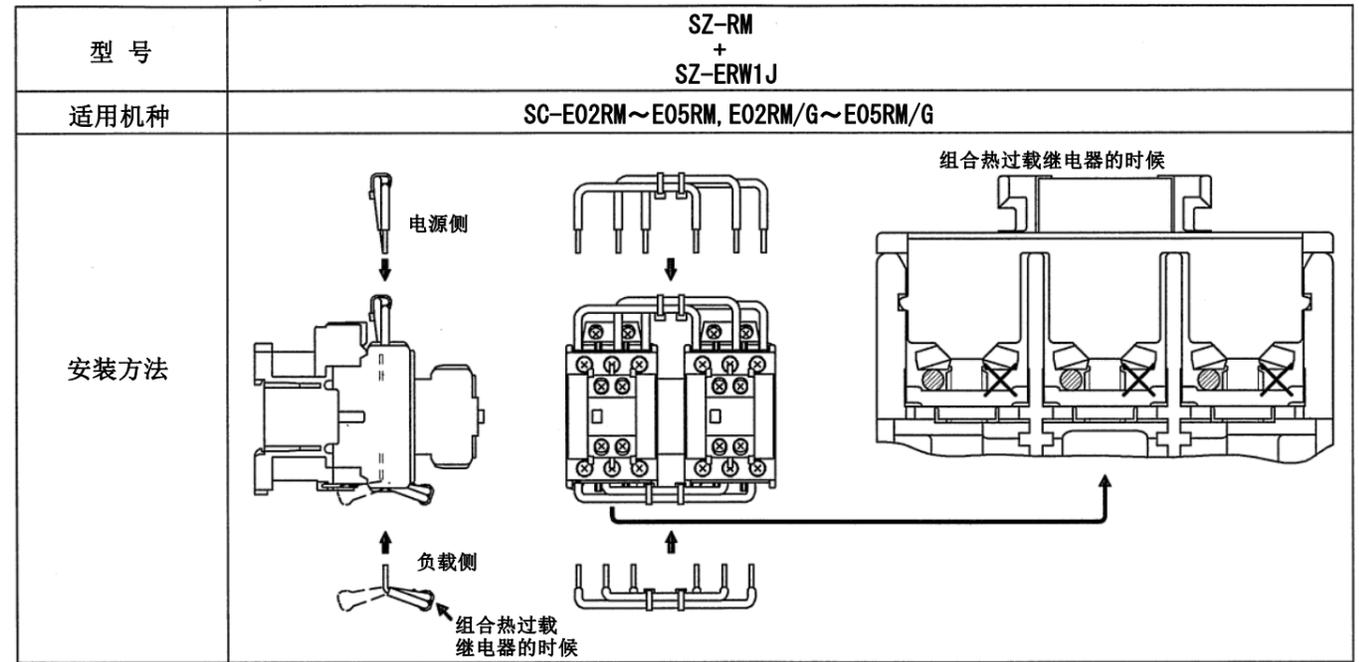

图2
(4) 在使用 SZ-ERW1J 的负载侧部件时，若与热过载继电器组合，则使可逆接线连接件扎带朝向接触器正面，插入端子螺钉左侧；若无热过载继电器，则使可逆接线连接件扎带朝向接触器反面，插入端子螺钉右侧（图2）。